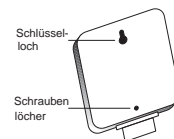

ABB. 22: Rückseite des Controllerkastens
- Schieben Sie die schlüsselochartige Öffnung an der Rückseite des Controllerkastens auf die vorstehende Schraube [siehe Abb. 22].